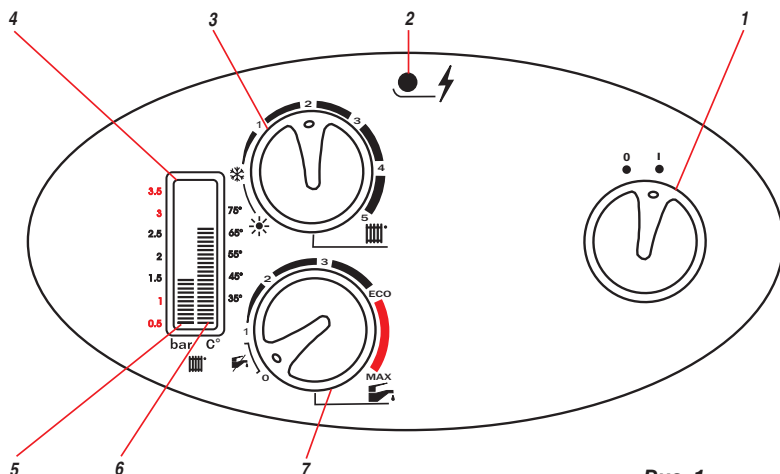

Рис. 1
Панель управления (рис. 1)
На дисплее (4) котла изображаются величины температуры ОВ и величины давления в котле (системе). Величина давления (Бар) ОВ представляет пик изображенного столбика. Эта величина давления ОВ в котле является ориентировочной. Рабочий оптимальный диапазон обозначен красными цифрами. Неоптимальный диапазон работы обозначен черными цифрами. В случае падения давления ОВ ниже 1 Бар, столбик на дисплее (рис. 1/5), сигнализирующий давление ОВ, мигает. Однако, когда давление ОВ понижается ниже 0,5 Бар, одновременно сигнализируется неисправность при символе „молния“ (рис. 1/2). В таком случае, котел отключается и необходимо дополнить ОВ с помощью заливного крана (см. Инструкцию по обслуживанию – Сервис / Обслуживание)
Когда на панели управления после обновления подачи эл.энергии рассветится диод (2/рис. 1) при символе „молния“, проведите операции согласно условий в части Безопасное отключение котла – RESET котла (Инструкция по обслуживанию – Управление и сигнализация).
- регулятор ОВ (3/рис. 1) поверните в положение ЛЕТО – символ „солнышко“;
- на вращательном регуляторе ГВС (7/рис. 1) должна быть величина 1 до MAX.
- регулятор ОВ (3/рис. 1) поверните в положение 1 до 5,
- на вращательном регуляторе ГВС (7/рис. 1) должна быть установлена величина 1 до MAX.
- на вращательном регуляторе ГВС (7/рис. 1) должно быть установлено 0,
- регулятор ОВ (3/рис. 1) поверните в положение 1 до 5.